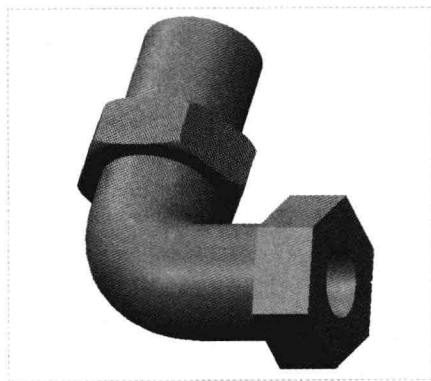

图 16-40 创建旋转切除特征 1
Step 14 返回“旋转”选项卡,单击“移除材料”按钮,然后单击“应用并保存在工具中所做的所有更改,然后关闭工具操控板”按钮,完成旋转切除特征的创建,如图 16-40 所示。